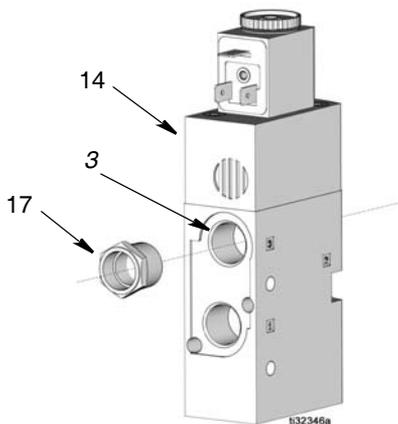

ABB. 28
7. Schalldämpfer (17) an Anschluss 3 im Magnetventil (14) abnehmen (ABB. 28).
1. Schalldämpfer (17) in Anschluss 3 am neuen Magnetventil (14) einsetzen (ABB. 28).